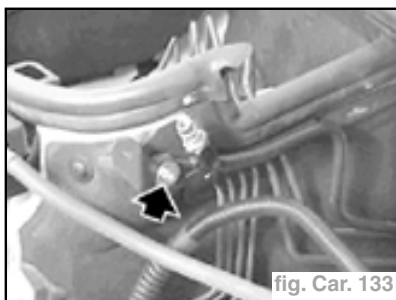

fig. Car. 133
- déposer la vis (fig. Car. 133),